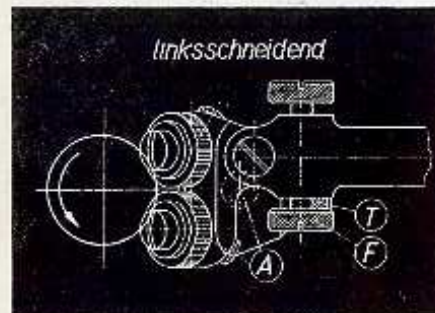
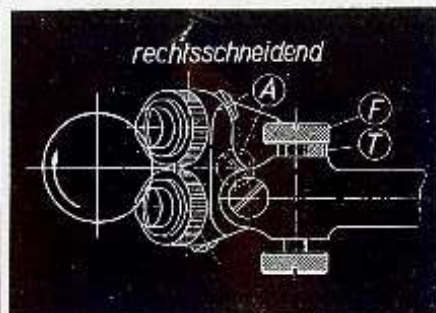

Fig. 10
Fig. 11
2.2 **Variantes des types LA/KF** (fig. 10 & 11) • A la commande et à la mise en service de ce type d'outil bien observer que sur certains tours automatiques (par exemple Traub) la réaction sur l'outil est inverse. Il y a lieu dans ce cas de choisir un outil coupe à droite comme représenté fig. 11. En version normale l'outil est livré avec coupe à gauche, sauf indication contraire c'est ce dernier type qui est fourni. Sur la figure la flèche indique le sens de rotation de la pièce. Ce plan indique la pièce vue de la broche du tour.